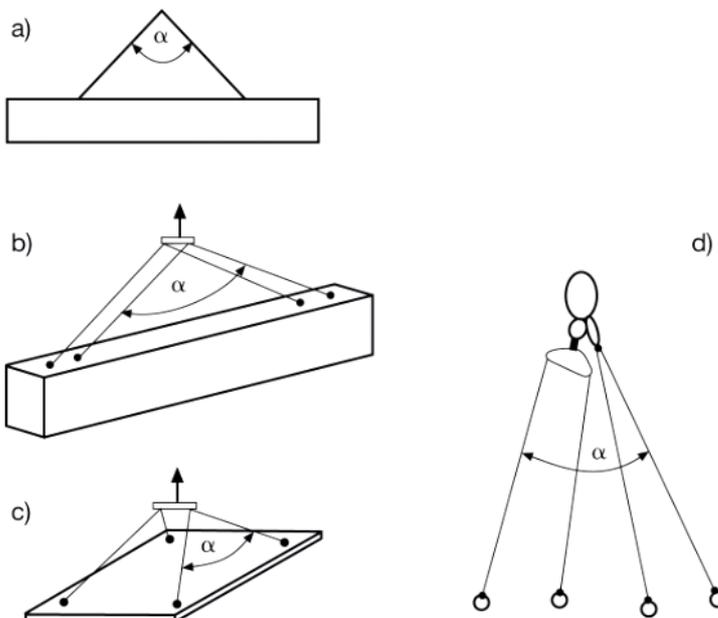

Bild 2: Auswahl des Seilgehänges
a) bei einem zweisträngigen Seilgehänge (Bild 2 a) 85 % des Gesamtgewichtes des Fertigteiles;
b) bei einem viersträngigen, selbständig ausgleichenden Seilgehänge (Bild 2 b, 2 c und 2 d) 45 % des Gesamtgewichtes des Fertigteiles.
Deckenplatten werden mit viersträngigen, selbständig ausgleichenden Seilgehängen montiert (Bild 2 c und 2 d). Viersträngige, nicht selbständig ausgleichende Seilgehänge dürfen nicht verwendet werden.
2. Punktaufleger mit (Schöck-)Tronsole (Bolzen/Hülsen) siehe Bild 2